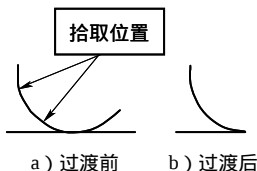

图 6-19 尖角过渡
(2) 尖角过渡 用于在给定的两条曲线之间进行过渡，过渡后在两条曲线的交点处呈尖角。尖角过渡后，一曲线被另一曲线裁剪，如图6-19所示。